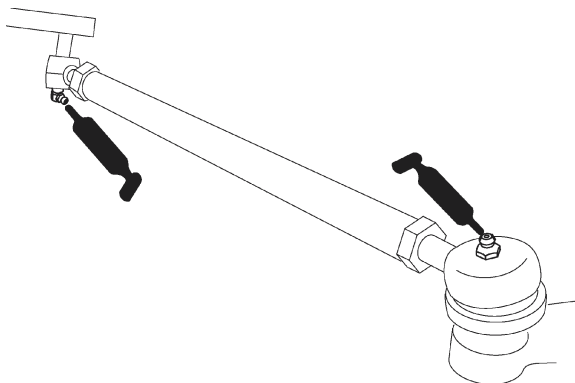
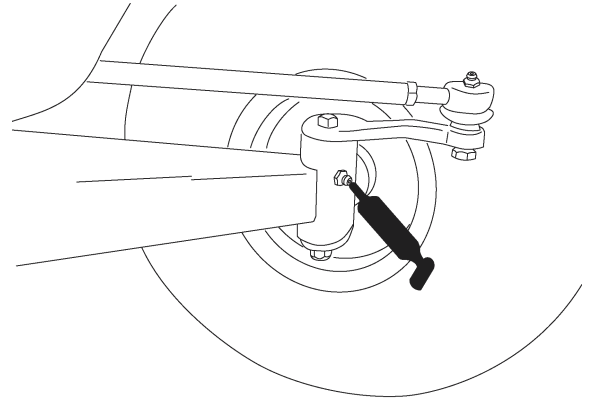
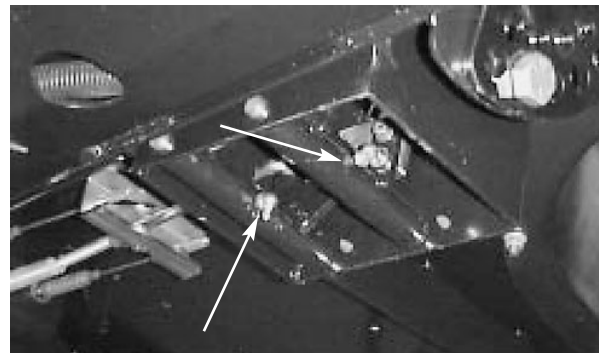

Figure 20
Figure 21
Figure 22
Emplacements et nombre de graisseurs : extrémités de bielles (4) (Fig. 20), pivots de fusées (2) (Fig. 21), et pivots de pédales d'accélérateur et de frein (2) (Fig. 22).